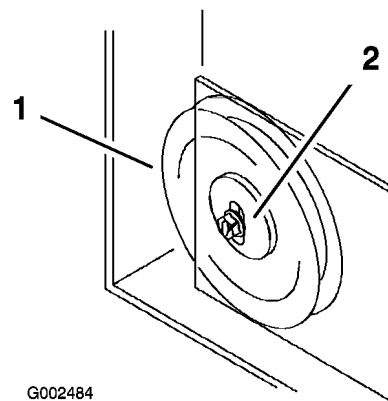

Bild 58
11. Wenn die Mähwerkspannplatte das Ende des Einstellschlitzes berührt, und Sie eine höhere Riemen Spannung wünschen, können Sie durch geringes Verstellen der rechten starren Spannscheibe mehr Riemen Spannung erhalten (Bild 58).